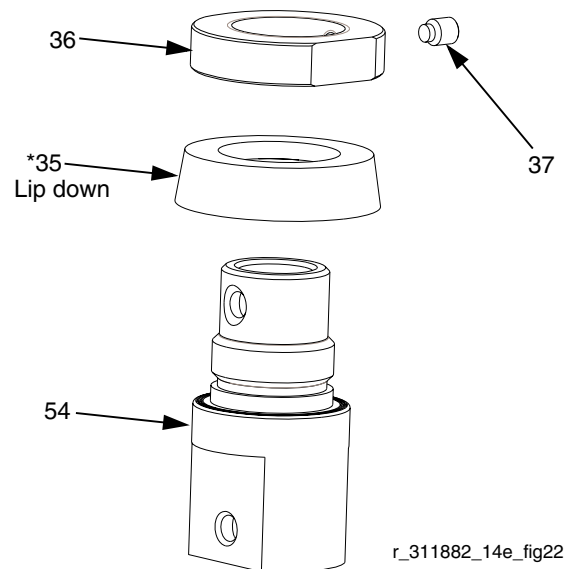

Рис.23
10 Ослабить стопорный винт (37) на хомуте (36). Снять хомут с корпуса поршня (54). Снять кольцевое уплотнение (35\*). Осмотрите все детали на наличие повреждений. См. Рис.23.